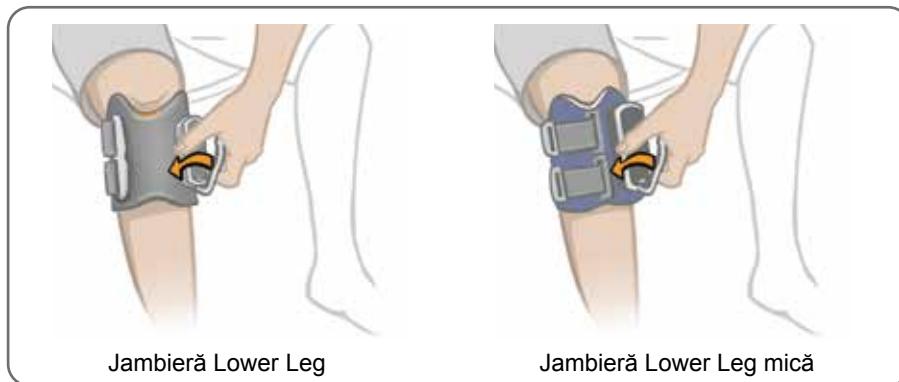

Figura 6-13: Fixarea benzii jambierei Lower Leg
4. Apucați mânerul benzii pentru jambiera Lower Leg. Consultați Figura 6-13. Ținând degetul mare pe suportul pentru jambieră, fixați mânerul benzii în jurul suportului. Dacă utilizați jambiera Lower leg mică, este posibil să fie necesar să folosiți cealaltă mână pentru a stabiliza jambiera pe picior.